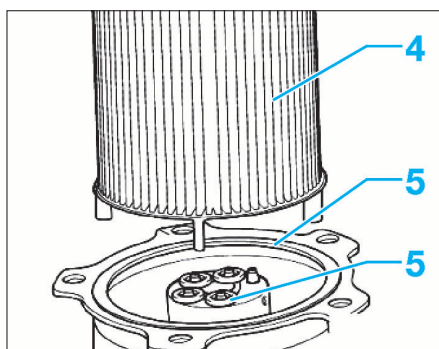
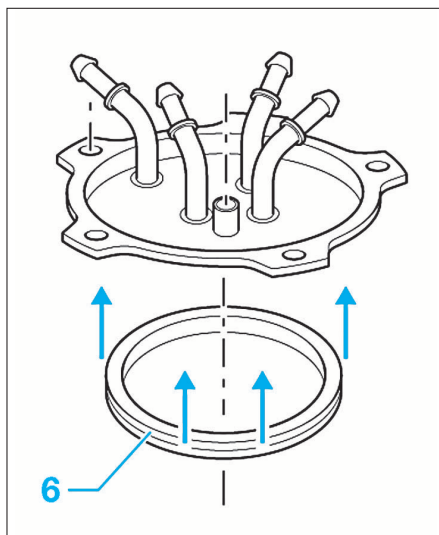

FIG. 38
FIG. 39
- Déposer le filtre à combustible (4) (Fig.38).
À la repose, remplir préalablement le corps de filtre de carburant propre, afin de faciliter le réamorçage du circuit, remplacer les joints d'étanchéité (5) et (6) (Fig.38) et (Fig.39), puis serrer les vis (2) en diagonale.